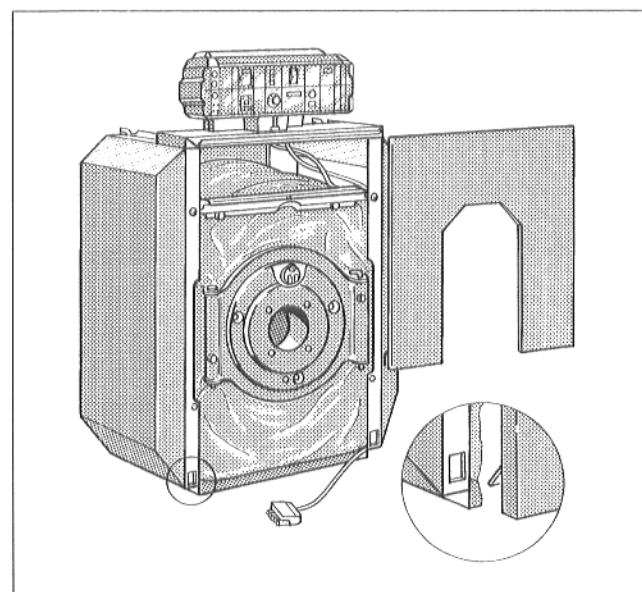

Abb. 24
- Untere Vorderwand von oben mit den beiden Haken unten in die Ausbrüche der Seitenwandabkantung und oben in die Traverse einhängen (Abb. 24).